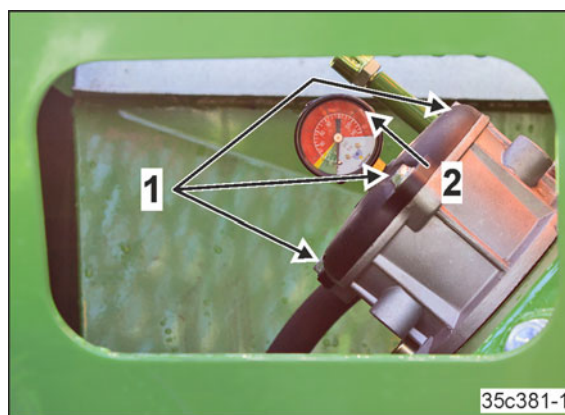

Fig. 332
1. Desfaceți șuruburile cu cap hexagonal 6x25 (Fig. 332/1).
2. Ridicați capacul (Fig. 332/2)